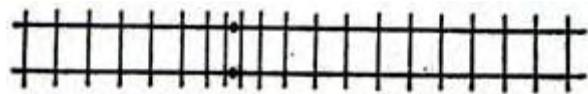

Fig. 157. - Joints concordants.
Les joints sont dits *concordants* quand ils sont placés exactement au droit l'un de l'autre (fig. 157).
- avec les joints *concordants* (fig. 157), au passage du joint affaissé, l'essieu tombe des deux roues en même temps et le véhicule a une tendance à piquer du nez,